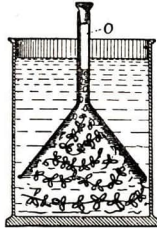

Abb. 411. Entwicklung von  $O_2$
b) **Nachweis des ausgeatmeten Sauerstoffs**. Man fülle eine große Flasche (Abb. 411), die mit schwach kohlenensäurehaltigem Wasser gefüllt ist, mit Blättern (am besten empfiehlt sich Wasserpest = *Helodea canadensis*) und stelle sie ins **Sonnenlicht**. Es steigen dann fortgesetzt Gasblasen auf, die sich beim Auffangen als Sauerstoff erweisen.